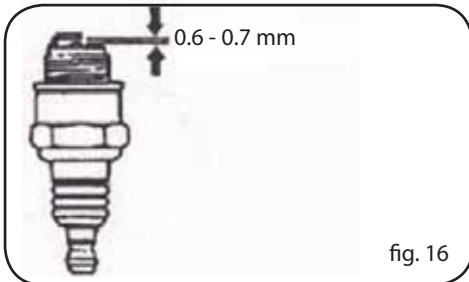

fig. 16
3. Misurare lo spazio libero della candela con uno spessore. Lo spazio deve essere di circa 0,6~0,7 mm (fig. 16). Se è necessario effettuare una regolazione, piegare con delicatezza l'elettrodo laterale.